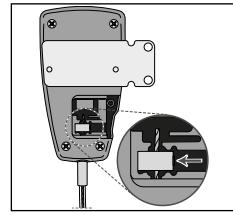

Fig. 9
11. Faccia scorrere il blocco terminale del cavo sul cavo interno in acciaio e posiziono il blocco terminale nella fessura corrispondente del satellite (**vedere la Fig. 9**).